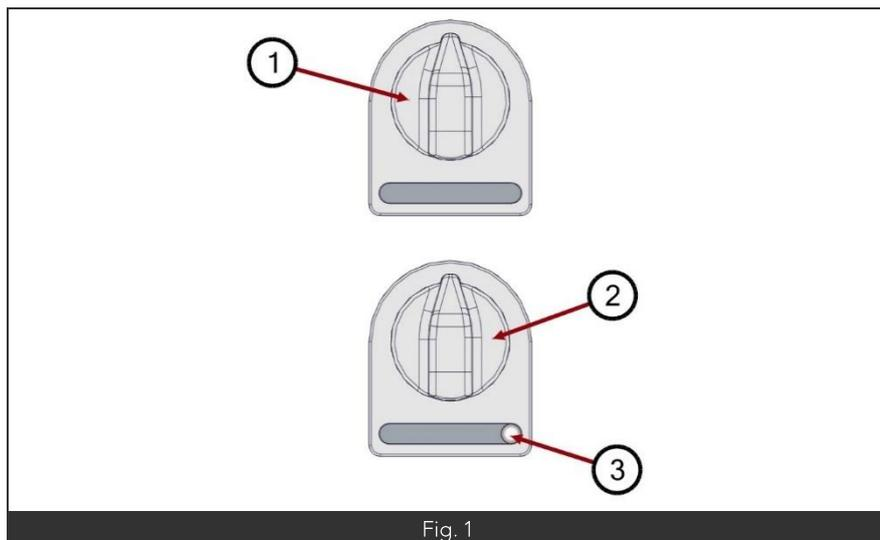

Fig. 1
- Sélectionner le mode (Voute seule, Sole seule, ou Voute + Sole) à l'aide du commutateur/sélecteur (Fig. 1 – Rep. 1).
- Sélectionner la température à l'aide du thermostat (Fig. 1 – Rep. 2).
- Le voyant ambre (Fig. 1 – Rep. 3) s'éclaire, indiquant la préchauffe du four.